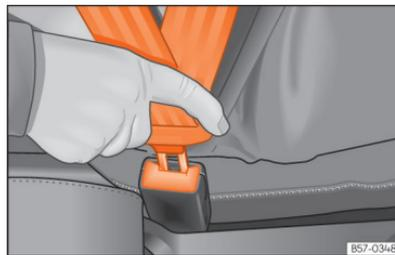

Fig. 25 Inserir a lingueta do cinto de segurança no fecho correspondente.
- Encaixe a lingueta no fecho do respetivo banco »» Fig. 25.